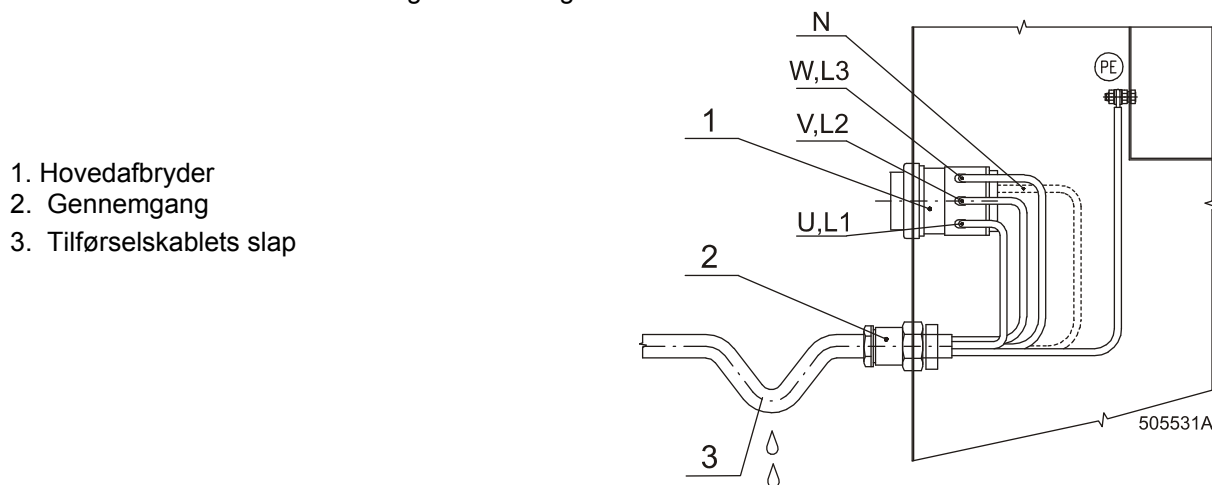

Fig. 20 Tilslutning af hovedforsyning
- På isolerede ende af ledere anvend isolerede hylstre (6) for L1/U, (L2/V), (L3/W), (N). Sikr, at der ikke kan ske et tilfældigt kontakt, fordi forsyningskablet ville forblive under spænding, selv om hovedafbryder er slukket.
- Tilslut tilførselskablets ledere til ender (hovedafbryder (1)) betegnet L1/U, (L2/V), (L3/W), (N), og til klemmen (kobberskrue) betegnet PE, se fig. 20.
- Udfør kablets slap, inden indgangen til kabelgennemgang. Dermed hindres indtrædelse af sivende kondenseret vand ind i maskinen, fig. 20.